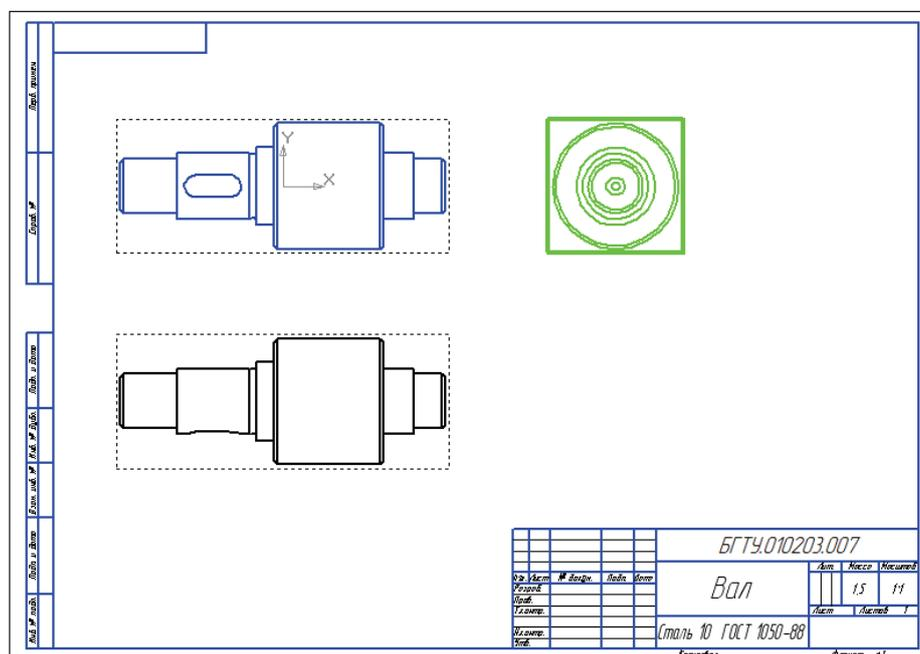

Рис. 8.12
- Установите курсор на пунктирную рамку вида Слева (рис. 8.12). Пунктирная рамка – это признак ассоциативного вида, т. е. связанного с 3D-моделью. Она не выводится на печать и является средством управления видом.